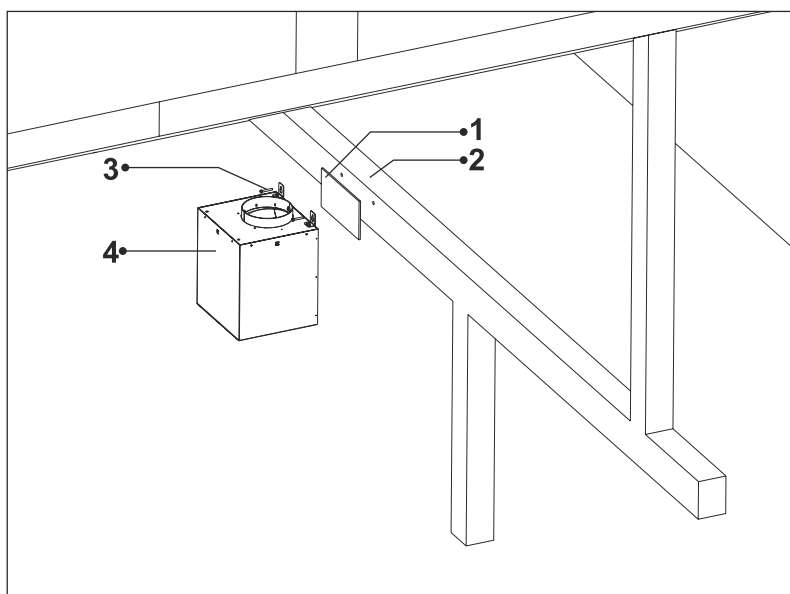

Fig. 15
**9.** ➡ Montera den flyttbara loftmotorn på låkten/regeln med 2 x 5,5x60 mm skruvar (Fig. 15).